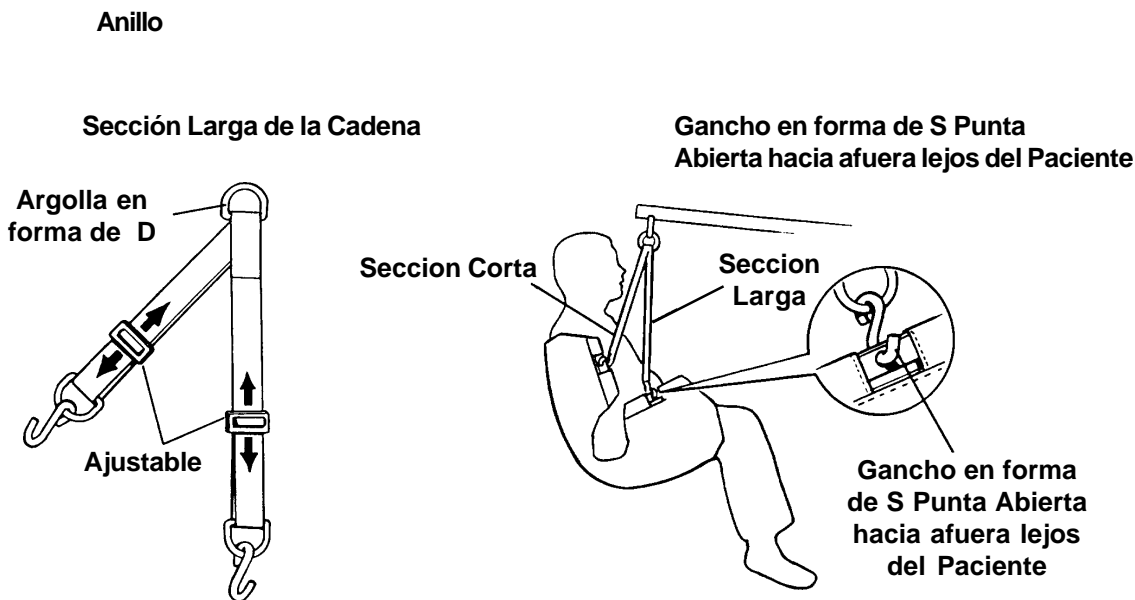

FIGURA 2 – CONECTANDO LAS PIEZAS A LA ESLINGA
4. Los ganchos en forma de "S" DEBEN de ser insertados en el hoyo de la barra para soporte, con la punta viendo hacia afuera, lado opuesto al paciente (FIGURA 2).